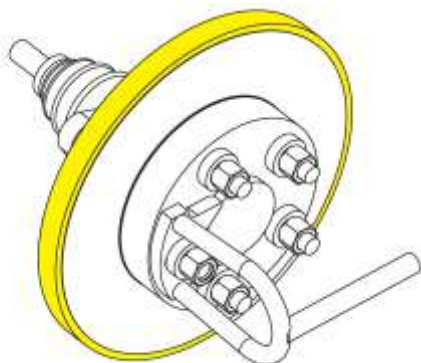

Fig. 65
6. Retirar a banda silenciadora de borracha do disco do travão, fig. 65